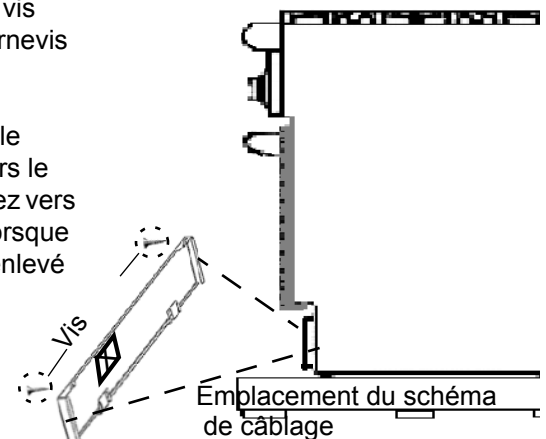
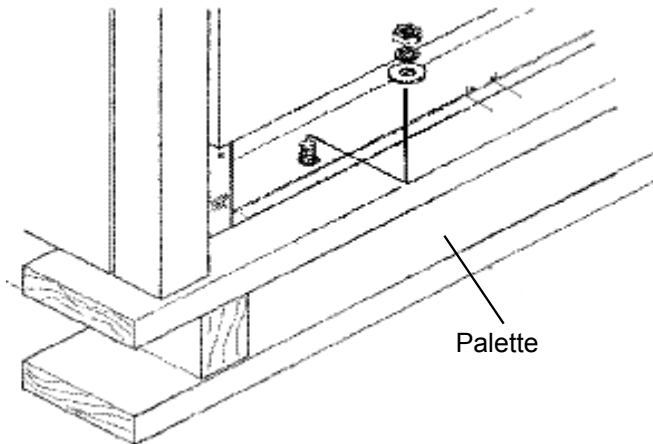

Figure 5 : Retrait du panneau de seuil (plinthe)
Figure 6 : Enlèvement des quatre (4) boulons de transport
3. Les cuisinières sont fixées aux palettes avec quatre (4) boulons (consultez la Figure 6). Vous devez enlever le panneau de seuil pour avoir accès aux boulons de l'avant de la palette (consultez la Figure 5). Pour enlever le panneau de seuil (plinthe), enlevez les deux vis situées sous les coins inférieurs de la cavité du four et soulevez le panneau de seuil hors des deux saillies de la base de la cuisinière (consultez également la section « Ajustement du panneau de seuil (plinthe) » à la page 26).